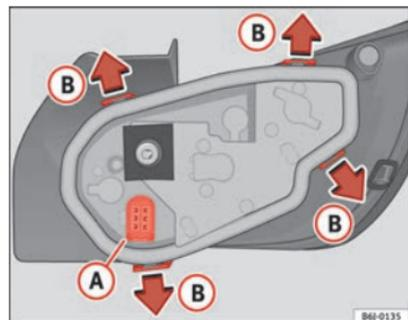

Fig. 153 Remplacement des ampoules des feux arrière
- Retirer le porte-lampes en l'extrayant du boîtier. Appuyez pour cela sur les pattes de fixation (B) dans le sens des flèches ⇒ fig. 153.